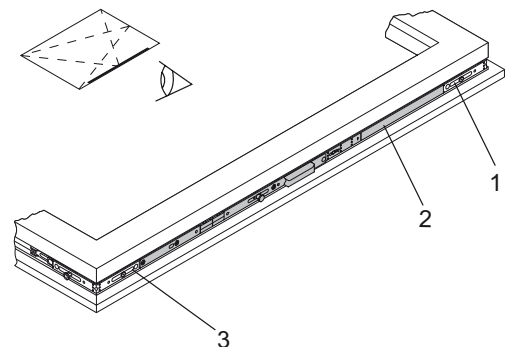

Рис. 5: Основной засов GAM/GAK
8. Монтаж засова GAM/GAK (Рис. 5):
- Засов (2) упирают в угловую передачу (3).
- Зубчатое соединение засова (2) и угловой передачи (3) должно войти в зацепление.
- Тем же самым способом засовы соединяют с угловой передачей (1).